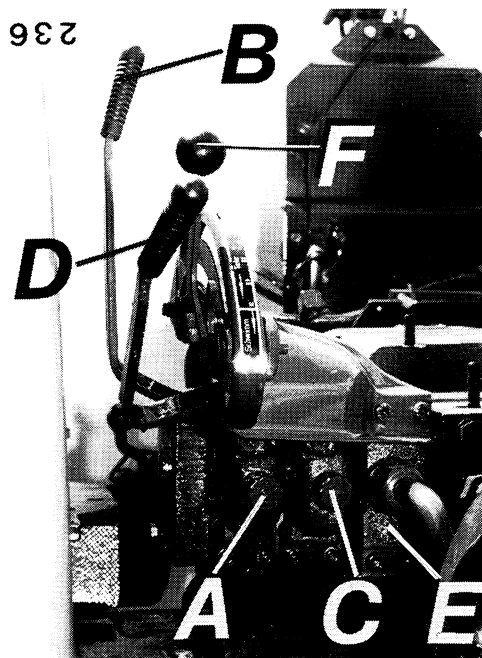

Abb. 18
Erster Hydraulikkreis (E/15 bzw. E/16 und Abb. 18)
Doppeltwirkende (dw-) Zusatzventile HY/SRZ im ersten Kreis (Abb. 18) mit Rastung in "Heben", "Drücken" (Absenken) und "Schwimmstellung".
Der Rest- bzw. Vollstrom wird zu den HY/SRZ-Zusatzventilen im ersten Ventilblock (Abb. 18) oder zum Kraftheber (F/18) geleitet.
d) HY/SRZ-Zusatzventile im ersten Kreis (E/15 bzw. E/16 - Abb. 18)
Der oder die Hydromotoren werden über die betreffenden HY/SRZ-Zusatzventile des ersten Hydraulikkreises (Abb. 18) gespeist.